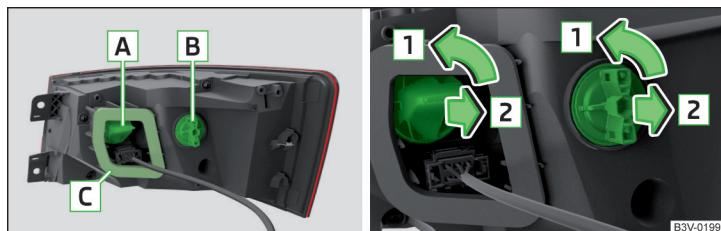

Fig. 368 Luz posterior / cambiar bombilla
- Considerar que en la reinstalación de las luces del grupo de conductos entre la carrocería y las luces no se aprisionen, y que la junta **C** » fig. 368 de la pág. 317 es colocada correctamente - de lo contrario existe el peligro de la entrada de agua y del daño de la instalación eléctrica.
- Girar el portalámparas con la bombilla **A** y/o **B** » fig. 368 en el sentido de la flecha **1**.